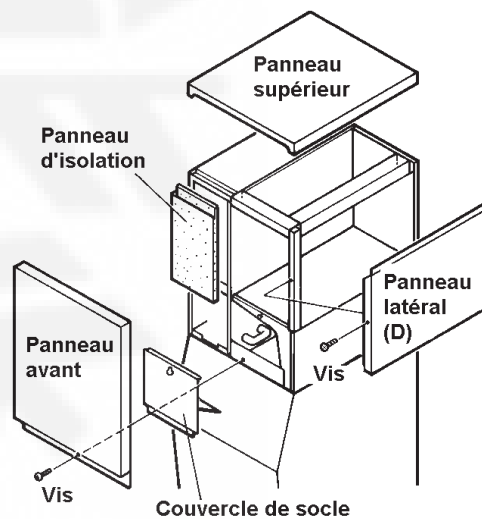

Fig. 1
2. LE DEMONTAGE DES PANNEAUX – Voir Figure 1